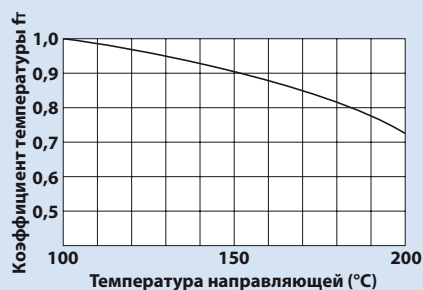

Рис. 2
- f_T : Коэффициент температуры (см. Рис. 2)